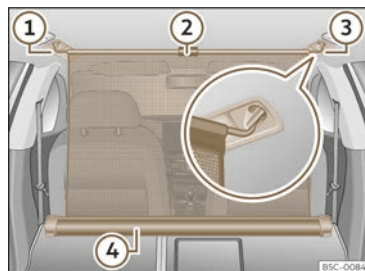

Abb. 201 Im Gepäckraum: eingehängte Netztrennwand bei vorgeklappter Rücksitzlehne.
- Ziehen Sie die Lasche >>> (Abb. 201) ② nach oben, um das Netz aus dem Gehäuse ④ zu nehmen.
- Hängen Sie das Trennnetz an der rechten oder linken Seite >>> (Abb. 201) ③ (vergrößerte Darstellung) ein.
- Hängen Sie das Trennnetz an der Aufnahme der anderen Seite >>> (Abb. 201) ① ein, indem Sie an der Stange ziehen.
Das Trennnetz ist richtig montiert, wenn die T-förmigen Enden sicher in den entsprechenden Aufnahmen >>> (Abb. 201) ③ und ① eingehängt sind.
- Rollen Sie das Trennnetz in das Gehäuse >>> (Abb. 201) ④ ein, indem Sie es mit der Hand nach unten ziehen.